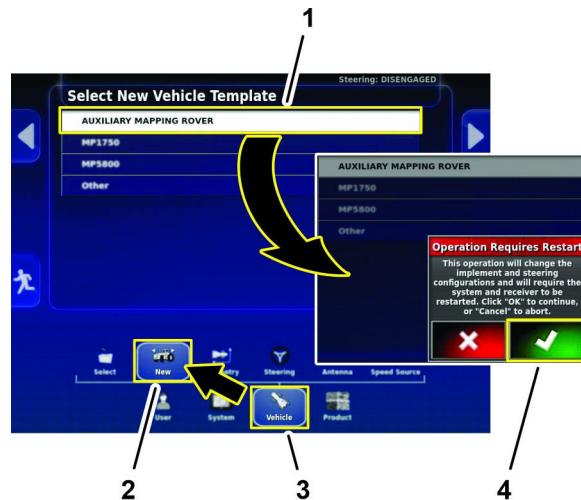

图 185
3. 在设置屏幕上按车辆图标和新建图标图 185。
4. 在选择新车辆模板页面按辅助绘图车图标图 185。
5. 在操作需要重新启动对话框中按“确认”图标图 185。